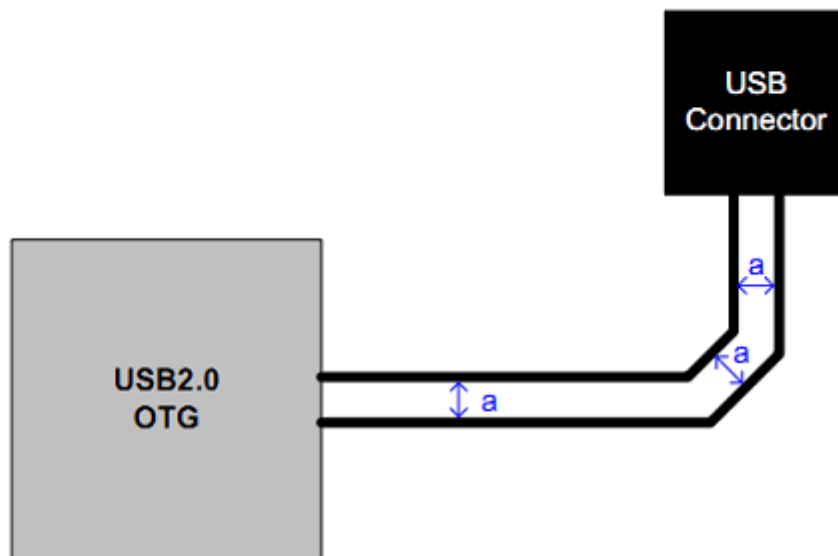

图10-3
- USB的信号走线必须严格遵循差分规则要求走线。走线拐角尽量用弧线或者钝角，不能为直角或锐角，阻抗要求 $Z=90\pm 10\text{ohm}$ ，如图10-3；